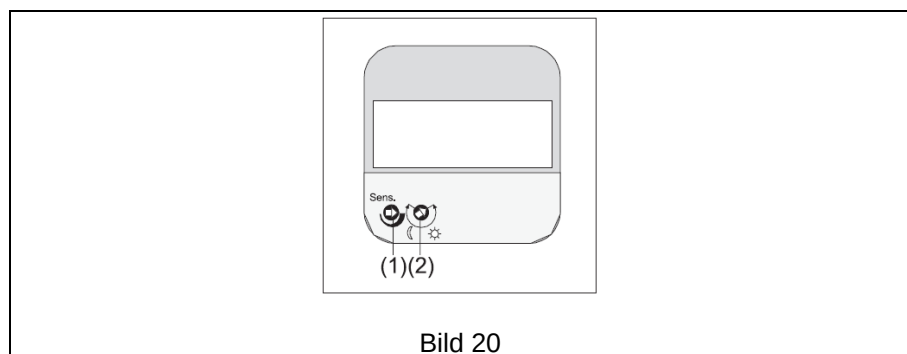

Bild 20
1. Potentiometer Helligkeit (2) auf Tagbetrieb (Endanschlag „Sonne“) einstellen.
2. Potentiometer Empfindlichkeit (1) maximalen Wert einstellen (Bild 20). Nach erfolgter Prüfung gewünschte Einstellungen vornehmen.